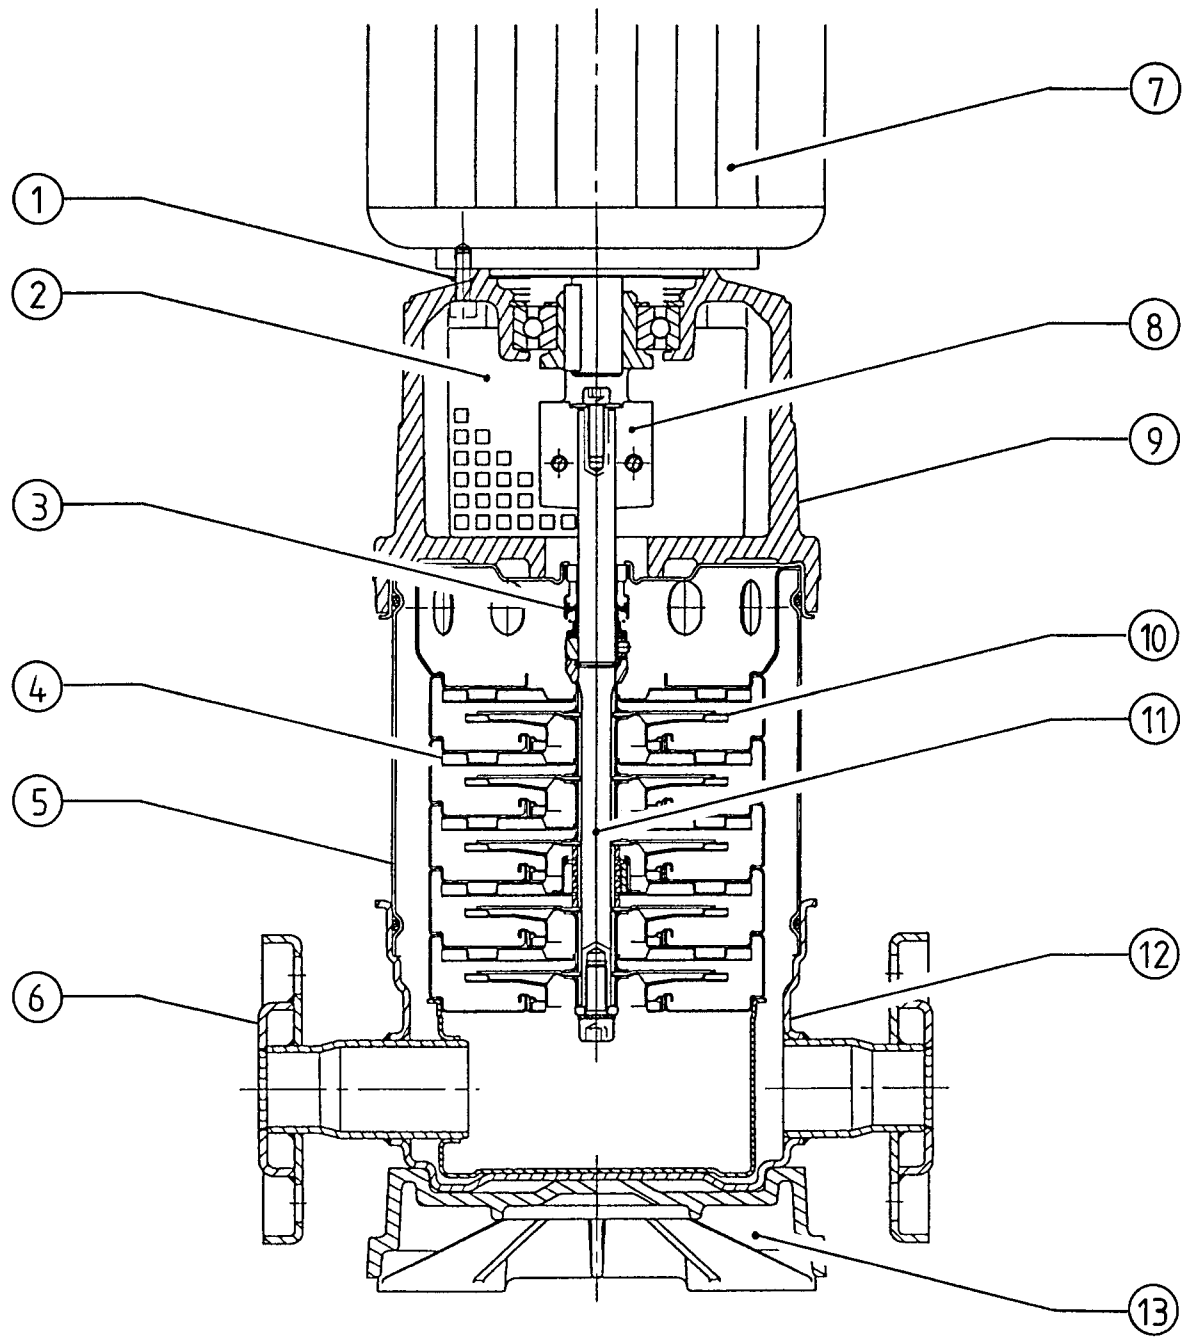

Fig. 1
Насос (рисунок 1) располагается на опорной плите, выполненной из серого чугуна, что обеспечивает закрепление основания установки (13). Многоступенчатые камеры (4) представляют из себя конструкции, состоящие из значительного количества компонентов, которые, в свою очередь, также состоят из многих элементов. Роторы (10) монтируются на единый вал (11). Нагнетающая камера (5) обеспечивает герметичность, которая, в свою очередь, является гарантией надежного функционирования машины. Все компоненты, находящиеся в соприкосновении с жидкостями, а именно, многоступенчатые камеры, роторы, нагнетающая камера и основание насоса (12), оснащенное фланцами (6), выполнены из хромированной (никелированной) стали. Герметичная прокладка со скользящим кольцом (3) обеспечивает водонепроницаемость в том месте, где вал проходит сквозь корпус насоса со стороны двигателя. Валы насоса и двигателя связаны между собой при помощи специального соединительного устройства (8). Все компоненты установки для питьевой воды (модификация E), находящиеся в прямом контакте с жидкостями, утверждены в соответствии с KTW или WRAS, поэтому они могут использоваться также в водопроводах для питьевой воды.